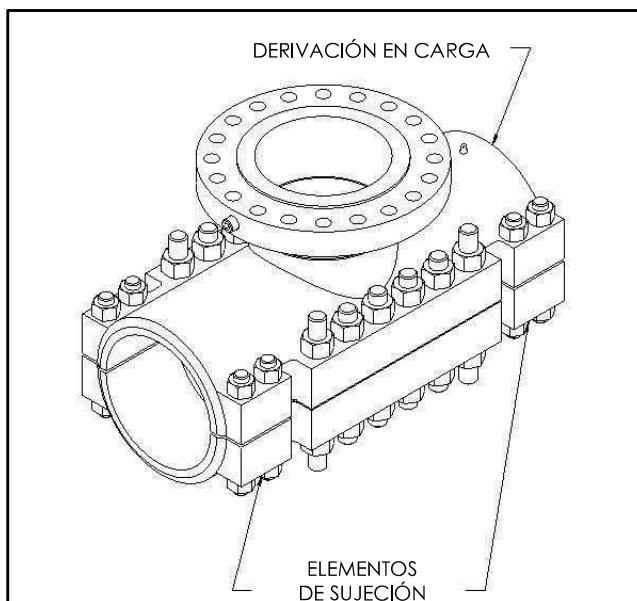

Figura 11
En esta sección se detalla el procedimiento de instalación de una silleta de derivación en carga "PLIDCO Hot Tapping+Saddle" estándar atornillada con extremos de sujeción, como se muestra en la Figura 11.
5. Instale los espárragos y las tuercas a través de los orificios de la silleta de derivación en carga "Hot Tapping+Saddle", como se muestra en la Figura 11. La mayoría de las silletas de derivación en carga "Hot Tapping+Saddle" tienen dos longitudes diferentes de espárragos para la sección de sellado. Los elementos de sujeción suelen tener todos la misma longitud de espárragos, y a veces un diámetro diferente al de la sección de sellado. Asegúrese de que los espárragos más largos estén en los agujeros de pernos correctos. Las silletas de derivación en carga "PLIDCO Hot Tapping+Saddle" con 3 agujeros por lado en la sección de sellado deben tener los espárragos más largos en los dos agujeros centrales. Las silletas de derivación en carga "Hot Tapping+Saddle" con más de 3 agujeros por lado en el lado de sellado deben tener los espárragos más largos en los cuatro agujeros de las esquinas (consulte las Figuras 12 y 13).